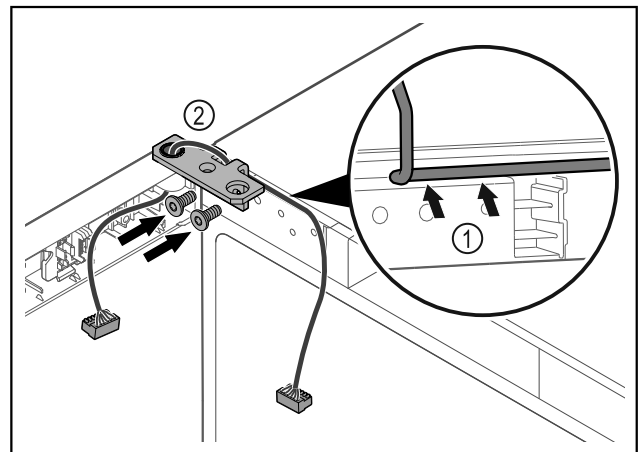

Fig. 48
- ▶ Vedte kabel skrz vybrání úhelníku závěsu a opatrně jej položte Fig. 48 (1).
- ▶ Našroubujte úhelník závěsu Fig. 48 (2).